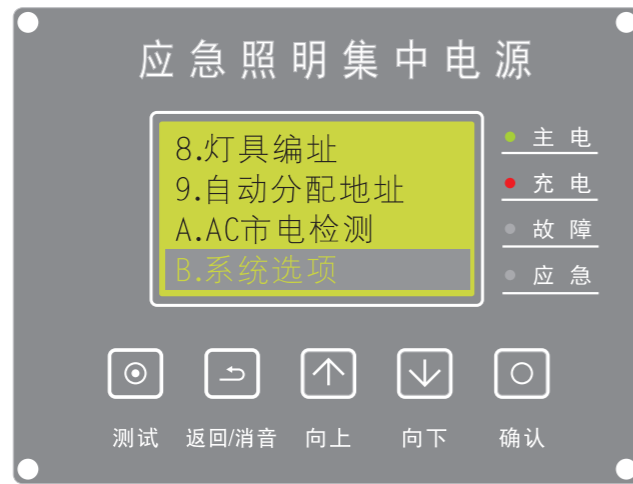

图31
(12)、系统选项：在主屏时，按【确认】键进入菜单，按【向上/向下】键选择【系统选项】（如图31）按【确认】键进入。
(14)、版本信息：在主屏时，按【确认】键进入菜单，按【向上/向下】键选择【版本信息】（如图31）按【确认】键进入。